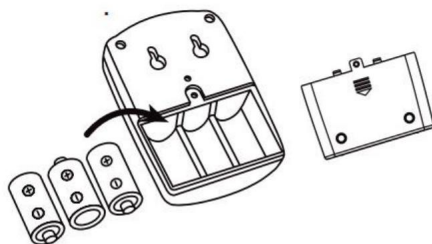

Fig. 5
6. Installez trois piles « C » dans le récepteur. (Fig. 5)